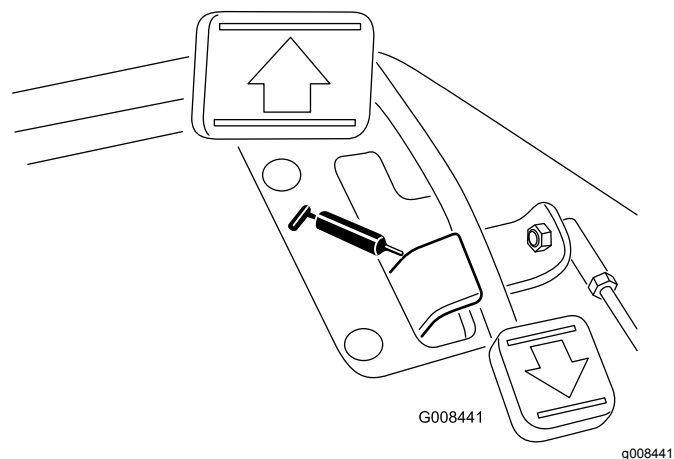

Рисунок 29
- Шарнир педали управления тягой (1) (Рисунок 29)